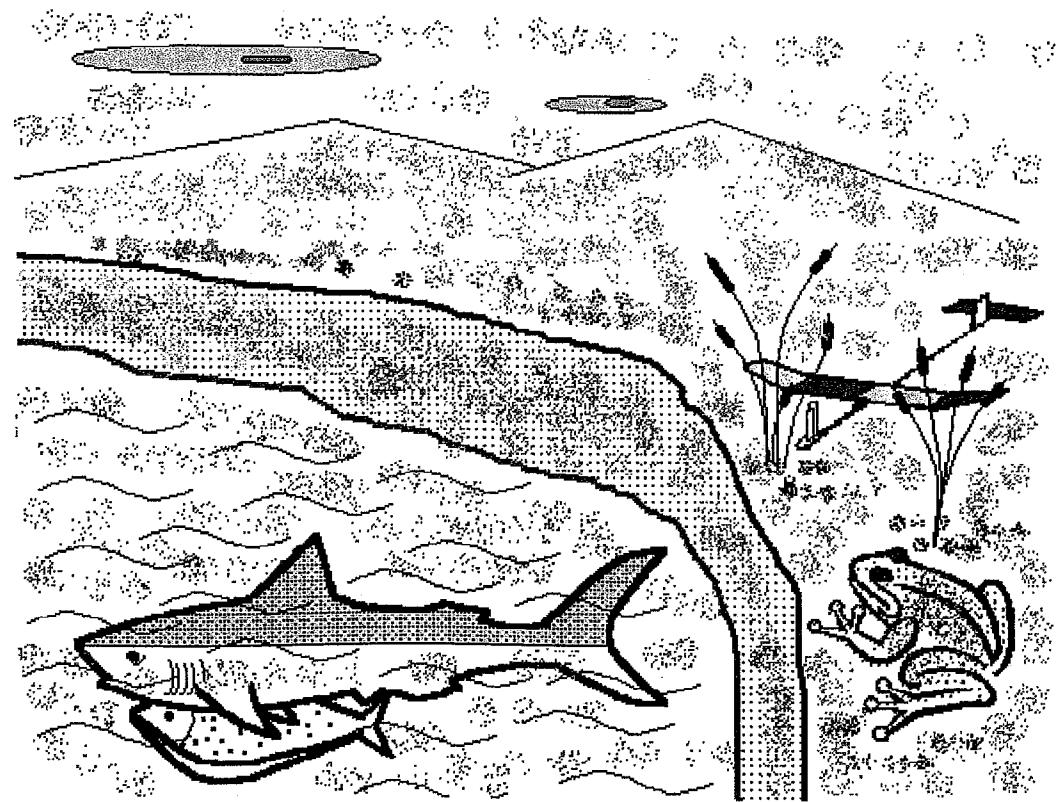

Figure 3 La grenouille, le requin et le turbot de du vieux récit
- quelles sont les raisons pour lesquelles la grenouille a les yeux à fleur de tête ? (figure 3) ;